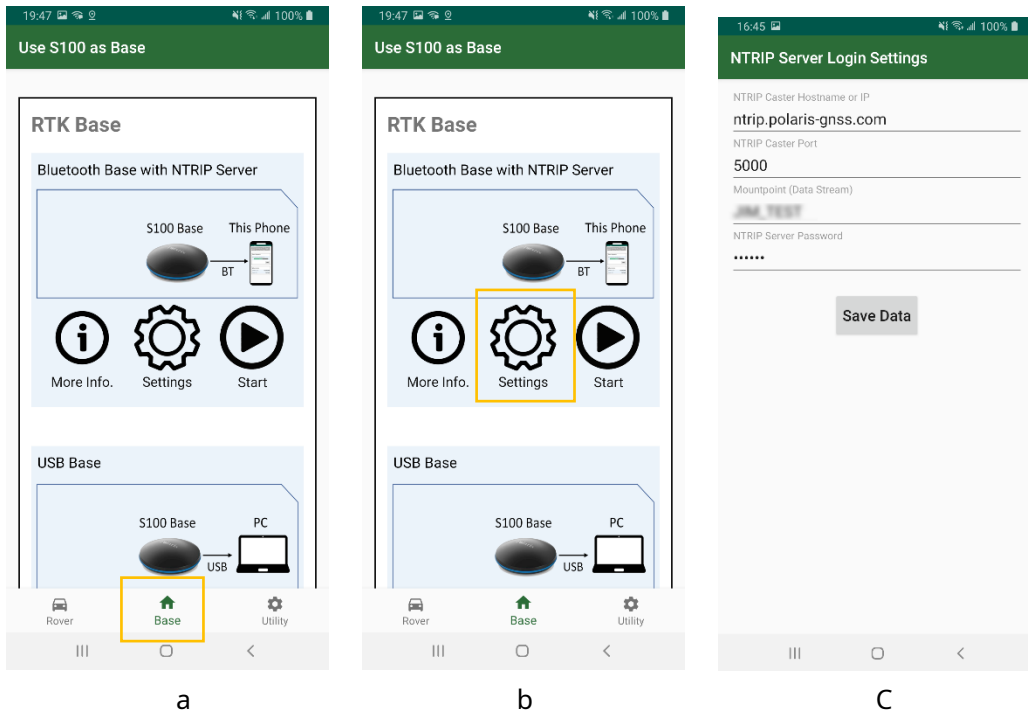

Figura A-6
2. Haga clic en Configuración (Figura A-6 b) y configure la información de inicio de sesión NTRIP (Figura A-6 c).